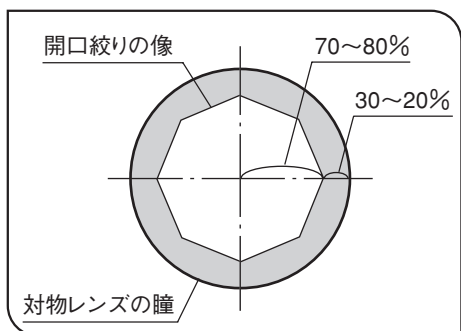

図 31
開口絞り(図31,32)
- 一般に顕微鏡標本はコントラストが低いため対物レンズの開口数②の70~80%程度にするのが適当です。
接眼レンズを外し、接眼スリーブを覗き込むと図31のように見えますので、開口絞り環①を適宜調節してください。